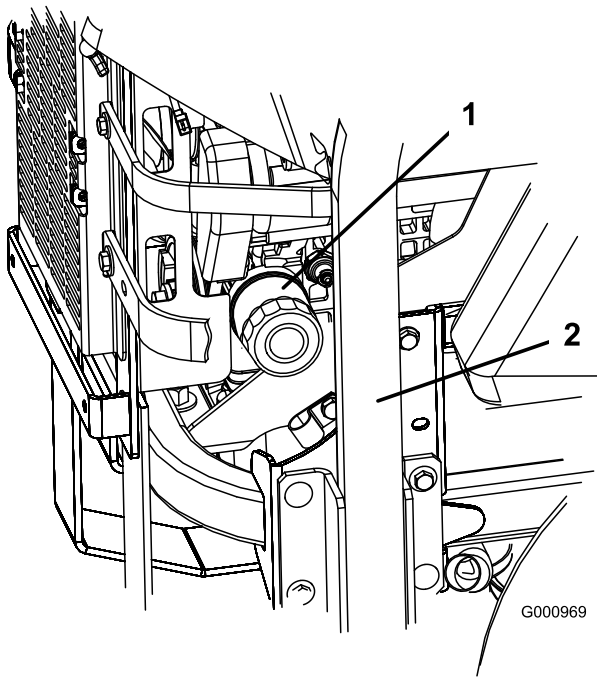
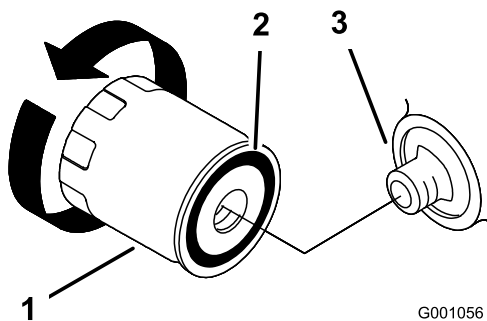

Figura 52
Figura 53
2. Rode o filtro no sentido contrário ao dos ponteiros do relógio para o retirar (Figura 52 e Figura 53).